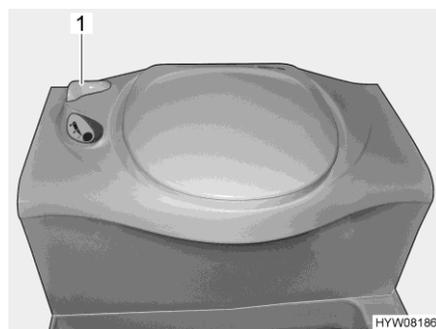

Fig. 276 Toilette Thetford
- Prima di tirare l'acqua, aprire il cursore della toilette Thetford. A tal fine ruotare la leva del cursore (Fig. 276,1) in senso antiorario.
- Dopo aver tirato l'acqua chiudere il cursore. Ruotare la leva del cursore (Fig. 276,1) in senso orario.